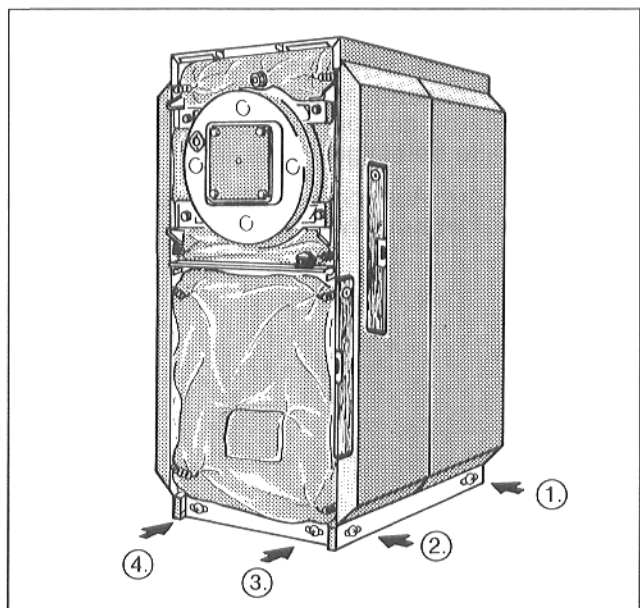

Abb. 16
- Alle Seitenwände senkrecht ausrichten und die Schrauben in den Rahmenleisten in der Reihenfolge ① ② ③ ④ anziehen (Pfeile – Abb. 16).